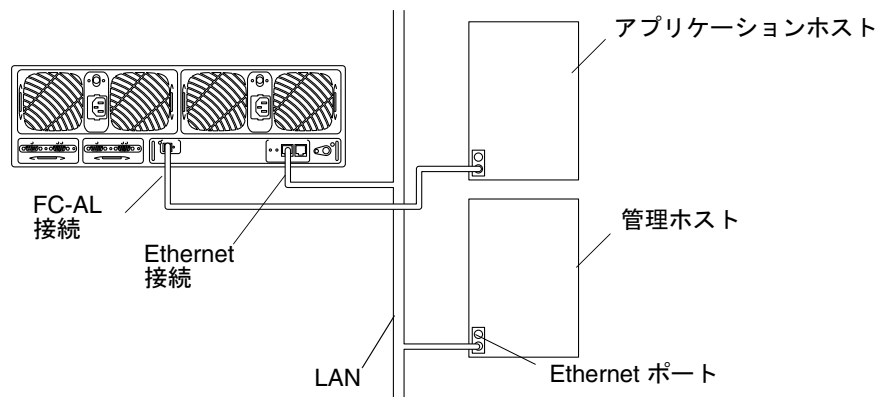

図 1-4 ワークグループ構成
- **ワークグループ。** キャッシュ付きの単一のハードウェア RAID コントローラによる、高性能で充実した RAS 機能を持つスタンドアロンのアレイ構成です。装置は、冗長化されたホットスワップ可能なコンポーネントと 9 つのディスクドライブでフル構成されています (図 1-4)。